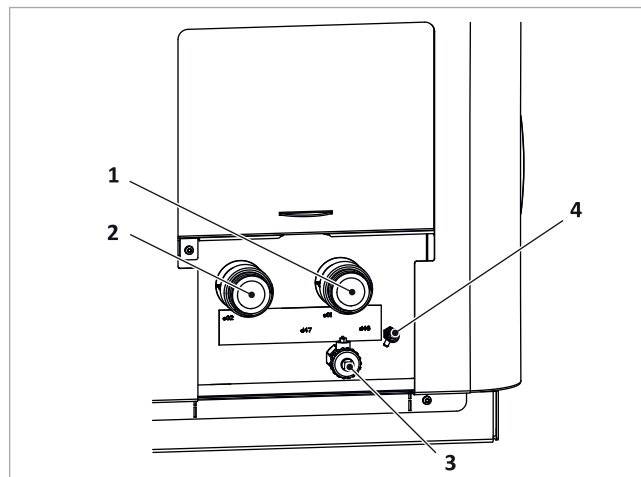
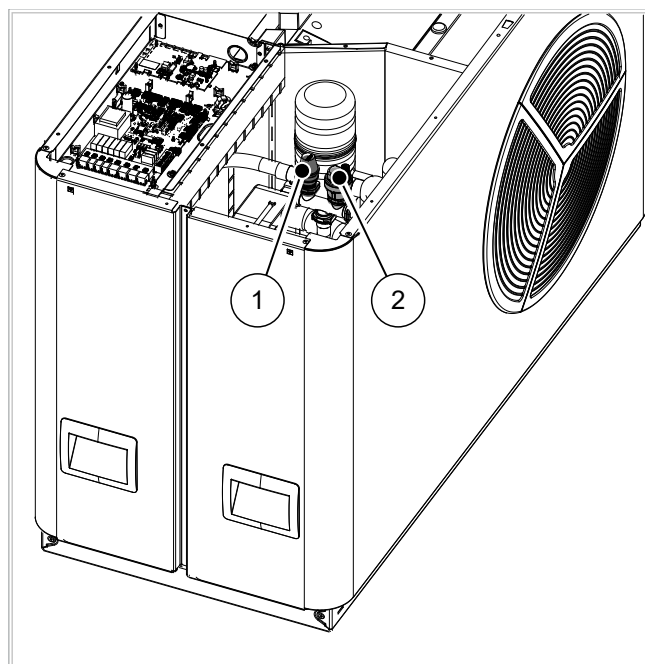

Fig. 17: SolvisLea: conexión hidráulica
Fig. 19: SolvisLea 8,3 Premium
1. Llenar la instalación según se indica en las instrucciones de montaje del acumulador a través del vaciado (→ fig. 17, 3).
2. Abrir el purgador automático (→ fig. 19, 2) y liberar el sistema de tuberías de la bomba de calor de gases abriendo el purgador; véase → fig. 17 (4).